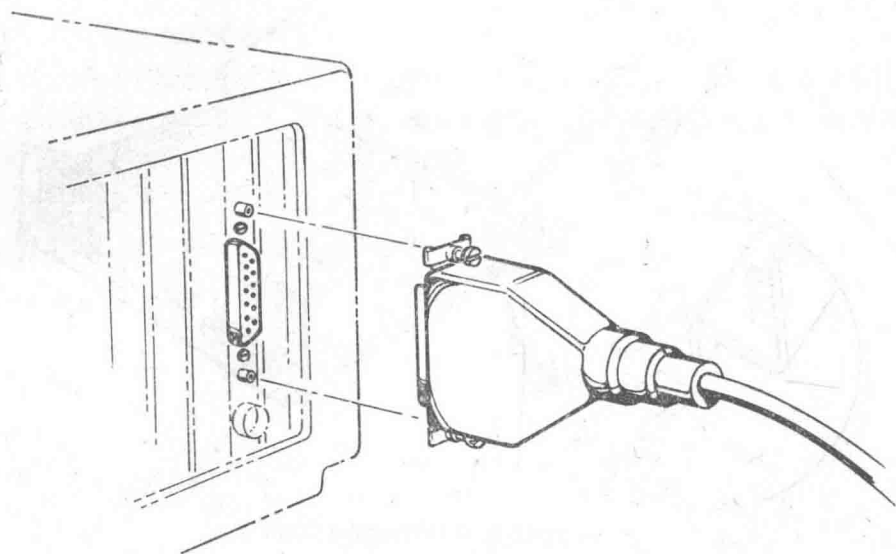

图 2—11 推进适配器接口组件
3. 如图 2—11所示将适配器接口插入EtherLink 板上的 接口，并把固定片上的螺丝旋入EtherLink 板的螺丝柱。